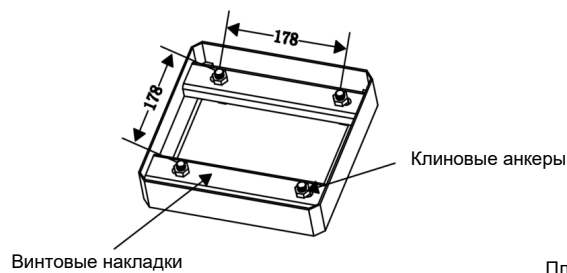

Рис. 2-2
- 2) Вставьте четыре анкера в отверстия для болтов, как показано на Рис. 2-2.